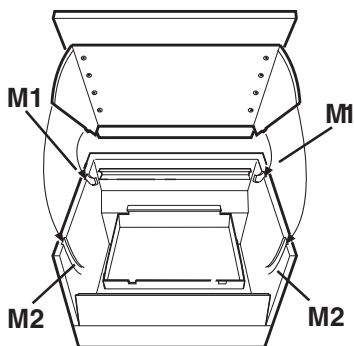

Fig. 10
- Installer le auvent sur la hotte en l'introduisant tout d'abord dans les glissières en haut (**Fig. 10-M1**), ensuite dans les glissières du bas (**10-M2**).